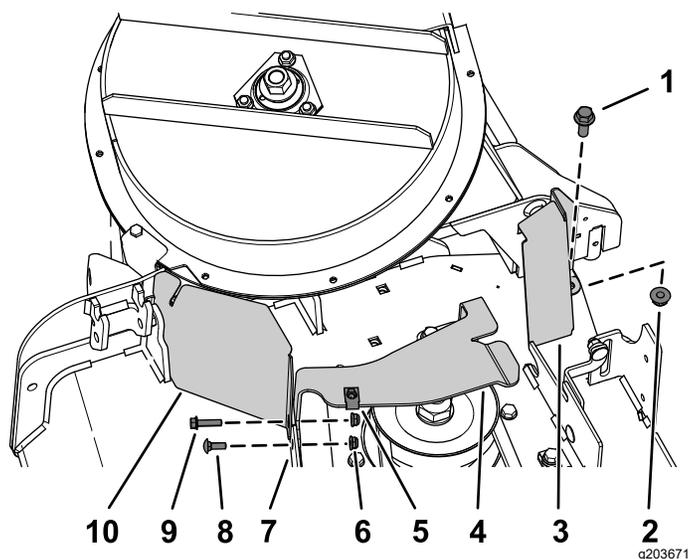

図 11
1. CE プーリガードについている穴を、前側デフレクタについている穴および前側デッキフランジの外側の穴に合わせる 図 11。
- CE ベルトカバーブラケットを、前デッキフランジの裏側の穴に合わせる 図 11。
- CE プーリガードとベルトカバーブラケットを、前側デッキフランジの外側穴に取り付ける六角ヘッドボルト $\frac{1}{4}$ " x 1"とフランジナット $\frac{1}{4}$ "を使用して 図 11 のように取り付ける。
- ベルトカバーブラケットを、前側デッキフランジの内側穴に取り付けるキャリッジボルト $\frac{1}{4}$ " x  $\frac{3}{4}$ "とフランジナット $\frac{1}{4}$ "を使用して 図 11 のように取り付ける。
- CE ベルトカバーブラケットの後フランジについている穴を、デッキの穴1のステップ **カバー取り付けブラケットを外す (ページ 3)** でベルトカバーブラケットを取り外したときの穴に合わせる 図 11 を参照。
- CE ベルトカバーブラケットの後フランジを、デッキに固定するのステップ六角ヘッドボルト $\frac{3}{8}$ " x 1"とフランジナット $\frac{3}{8}$ "を使用して 図 11 のように取り付ける。
- クリップナットを、CE ベルトカバーブラケットの上部にある穴に合わせ、ブラケットに押し込む 図 11。
- デッキに後ガードを仮止めする六角ヘッドボルト $\frac{3}{8}$ " x 1"1本とフランジナット $\frac{3}{8}$ "1個を使用して 図 11 のように取り付ける。